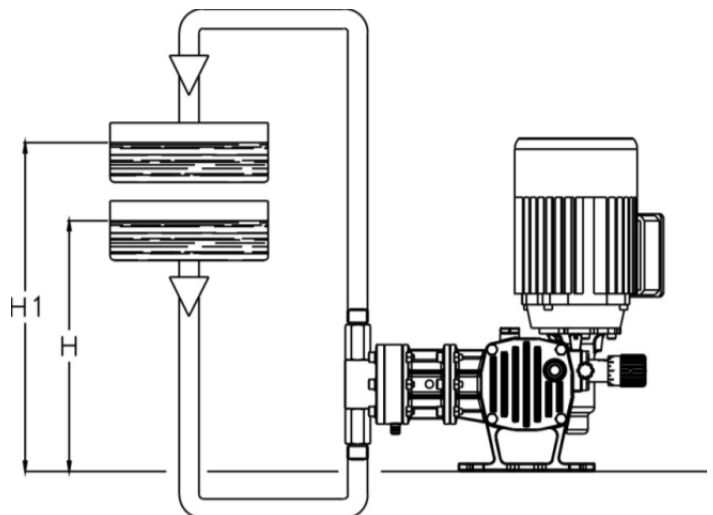

Рис. 6 – ідеальний варіант установки
- Рівень забору реагенту (H - Рис. 6)
- Рівень скидання реагенту (H1 - Рис. 6)